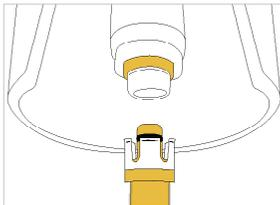

Abbildung 2
1. Entfernen Sie den Schnellanschluss des gelben Schlauchs von der Verneblerschale. **(Abb. 2)**